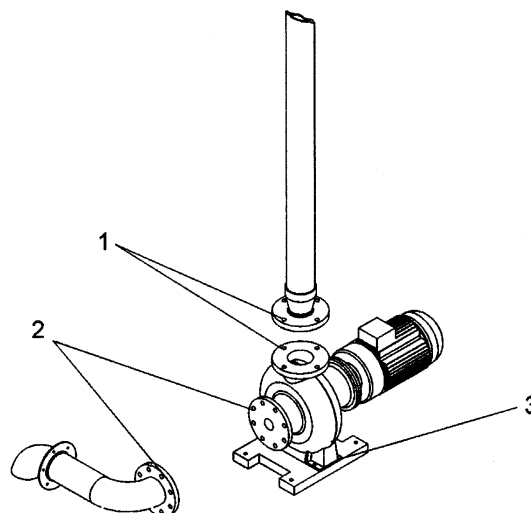

Fig. 32
- b) Dismounting the impulse pump: To dismount the impulse pump disconnect the flanges of the secondary circuit pipe (fig. 32/1), of the suction pipe (fig. 32/2) and the bedplate fastening (fig. 32/3).
- b) Démontage de la pompe d'impulsion: Pour démonter la pompe d'impulsion, découpler les brides du tuyau du circuit secondaire (fig. 32/1) et du tuyau d'aspiration (fig. 32/2) et les fixations du bâti (fig. 32/3).
- b) Desmontaje de la bomba de impulsión: Para desmontar la bomba de impulsión, desacoplar las bridas de la tubería del circuito secundario (fig. 32/1) y del tubo de aspiración (fig. 32/2) y las sujeciones de la bancada (fig. 32/3).